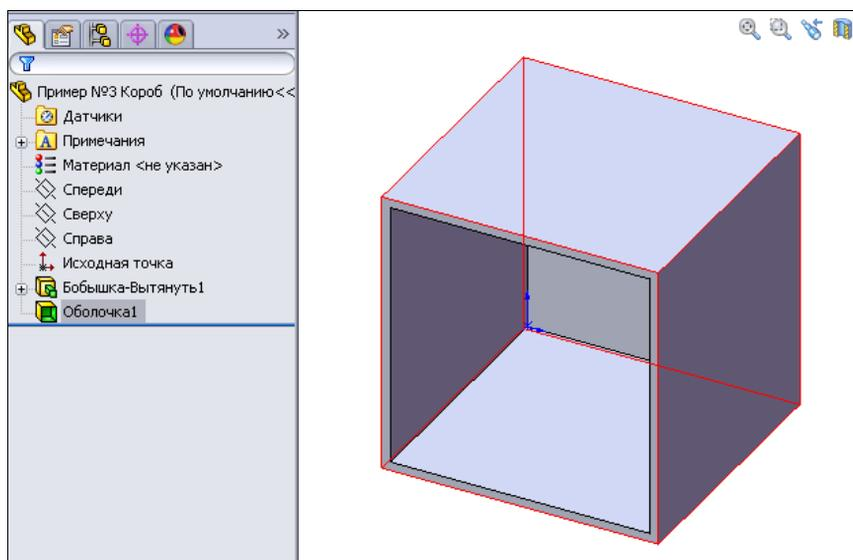

Рис. 4.47
3. Наждем кнопку **ОК** , закончив создание оболочки. В результате будет построена тонкостенная деталь, а в Дереве Конструирования появится новая ветвь — **Оболочка1** (рис. 4.47).